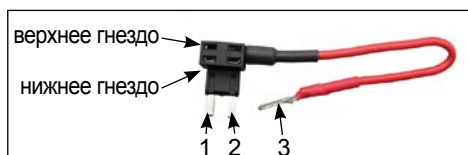

Рисунок 2. Разветвитель предохранителя
5.5 Вставьте вынутый в п. 5.2 предохранитель стеклоподъёмников в верхнее гнездо г-образного разветвителя (не входит в комплект) (Рисунок 2). Вставьте вынутый в п. 5.3 предохранитель в нижнее гнездо г-образного разветвителя. Вставьте г-образный разветвитель в гнездо п. 5.3 так, чтобы контакт 1 разветвителя вошёл в клемму с меткой. Вставьте контакт 3 разветвителя в найденную в п. 5.2 клемму с меткой.